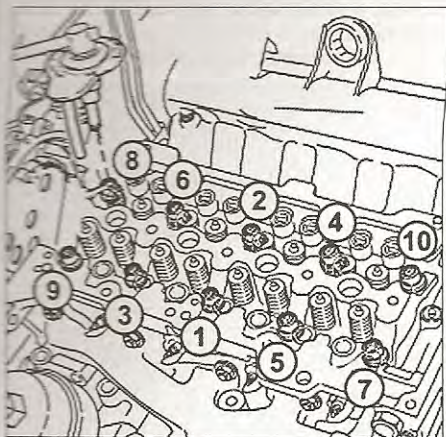

FIG. 25
- Apretar los tornillos de la culata a 2 daNm en el orden preconizado (fig. 25).